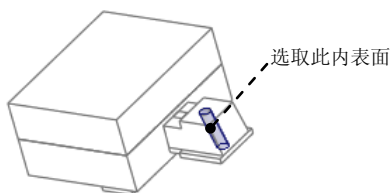

图 27.53 选取内表面
Step7. 将滑块 (flip) 激活；在屏幕右下方的“智能选取栏”中选择“几何”选项，选取图 27.53 所示的内孔表面（遮蔽“GUIDE_PILLAR.PRT”会很容易地选取内孔），单击 **模具** 功能选项卡 **分型面设计** 区域中的 **偏移** 按钮。此时系统弹出“偏移”操控板；在操控板界面中选取偏移类型 **展开特征**（即为“展开特征”），展开方向沿斜导柱轴线向外，在深度文本框中输入深度值 0.5，并按 **Enter** 键，在“偏移”操控板中单击 **✓** 按钮，完成特征的创建。